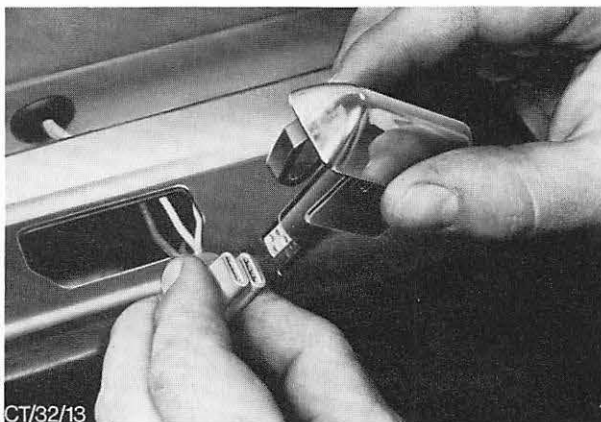

Abb. 39 Kabelschuhe abziehen
3. Kabel von den Anschlußklemmen der Leuchte abziehen. Abb. 39.